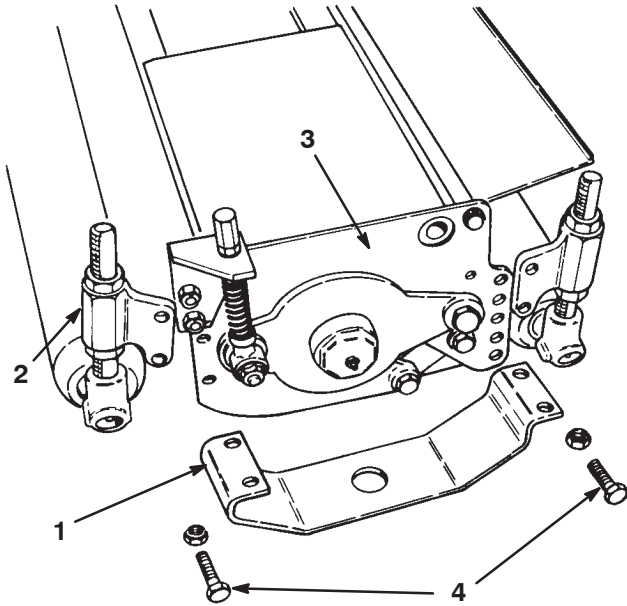
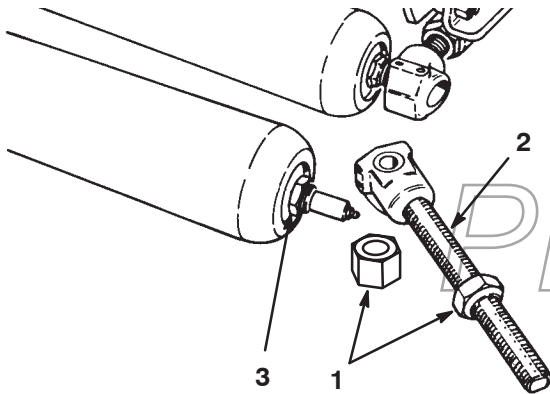

Bild 33
Bild 34
1. Nehmen Sie die Befestigungen ab, mit denen die Schutzvorrichtung und das Rolleneinstellgehäuse an der Seitenplatte befestigt sind (Bild 33). Sie können auch die konische Mutter abschrauben und die Gewindestange aus dem Einstellgehäuse herausnehmen (Bild 34).
2. Die Gewindestange und der Kranz können von der Rolle abgenommen werden. Schieben Sie sie an beiden Seiten von der Welle (Bild 34).
Wichtig Wenn Sie eine neue Rolle am Mähwerk montieren, befestigen Sie die Rolle, sodass die Sicherungsmutter der Rollenwelle an der rechten Seite des Mähwerks ist (Bild 34) (aus Fahrersicht vom Fahrersitz). Dies verhindert ein Lockern der Sicherungsmutter beim Einsatz.